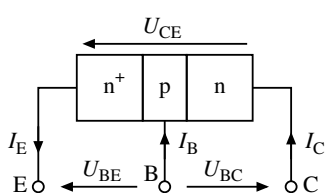

Abbildung 1: Schemazeichnung und Schaltsymbol für einen npn-Transistor.
Ein Bipolar-Transistor besteht aus 2 pn-Übergängen, mit einer gemeinsamen mittleren Zone. Je nach Anordnung entsteht ein npn-Transistor (Abbildung 1) oder ein pnp-Transistor (Abbildung 2). Die dünne, mittlere Zone heißt *Basis* (B). Die beiden anderen Anschlüsse sind der *Emitter* (E) und der *Kollektor* (C). Am Emitter herrscht eine stärkere Dotierung als am Kollektor (n^+ bzw. p^+).